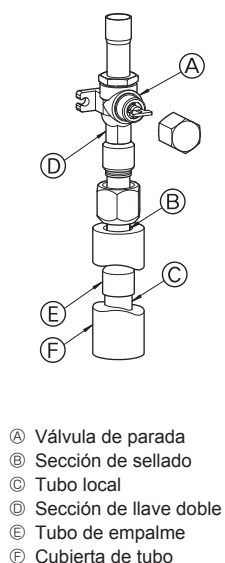

Fig. 4-3
- Utilice el siguiente procedimientos para conectar el tubo del lado de gas. (Fig. 4-3) (SHW230)